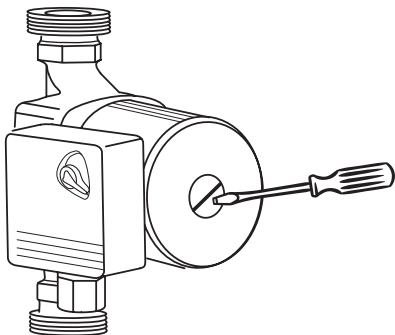
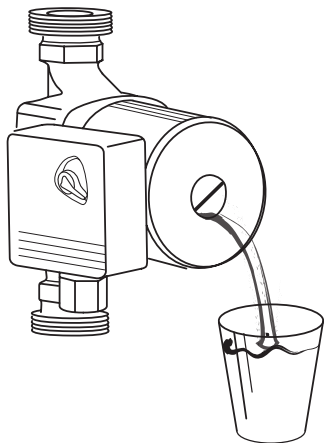

Рис. 2
Рис. 3
- ◆ Если необходимо удалить воздух из электродвигателя, медленно отворачивайте крышку выпуска воздуха (рис. 2). При выпуске воздуха возможно вытекание небольшого количества теплоносителя (рис. 3).